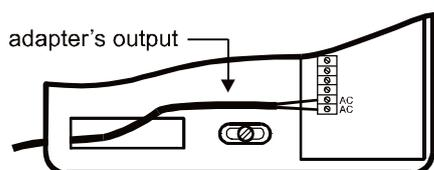

Fig. 3
- Collegate il cavo di uscita dell'adattatore (15VAC) alla centrale e connettetelo ai morsetti della centrale indicati con AC (vedi fig. 3.) – polarità arbitraria. **Non collegate ancora l'adattatore AC alla parete.**